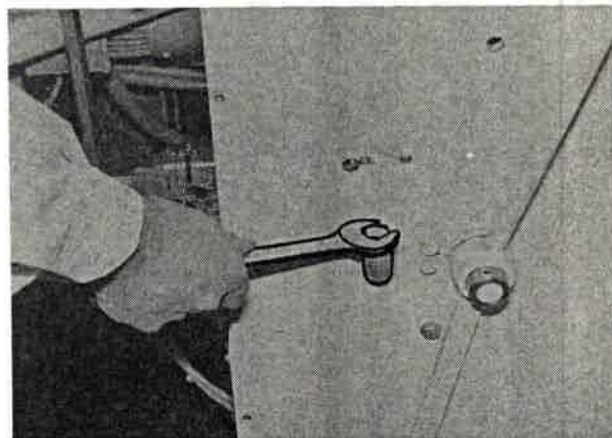

Bild 103
1. Öleinfüllschraube herausrauben (Bild 103).